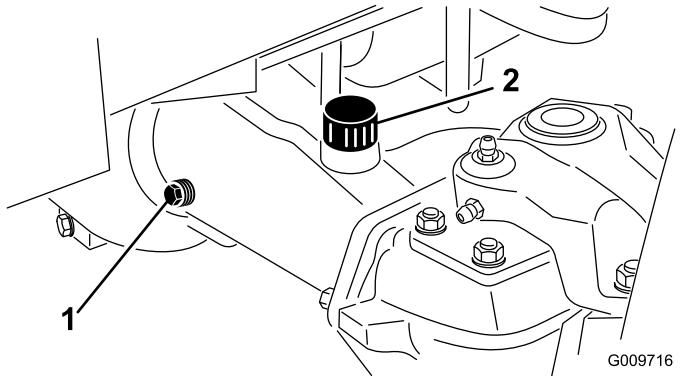

Figura 86
2. Retire un tapón de verificación de un extremo de la carcasa del eje (Figura 86).